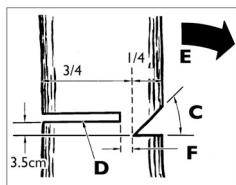

Fig. 10B
**⚠ ACHTUNG!** Gehen Sie nie vor einen Baum, der eingekrbt ist. Bringen Sie den Fallschnitt (D) von der anderen Seite des Baumes und 3-5 cm über der Fallkerbe an (C) (Abb. 10B).